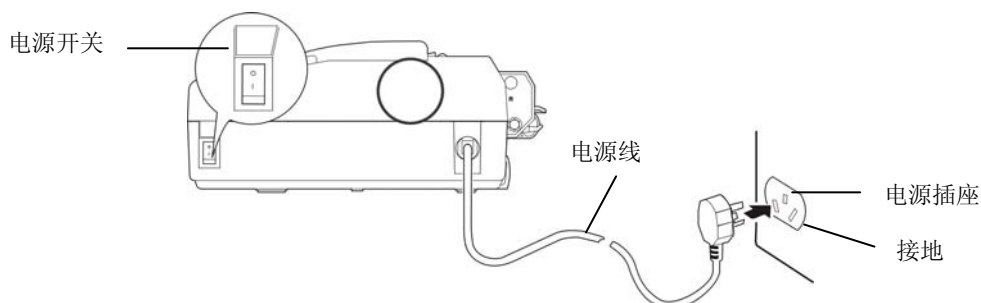

图 1-12 连接电源
1. 确保打印机为关机状态，如图 1-12 所示（当开关按下一侧在“O”标注处时为关机状态）。